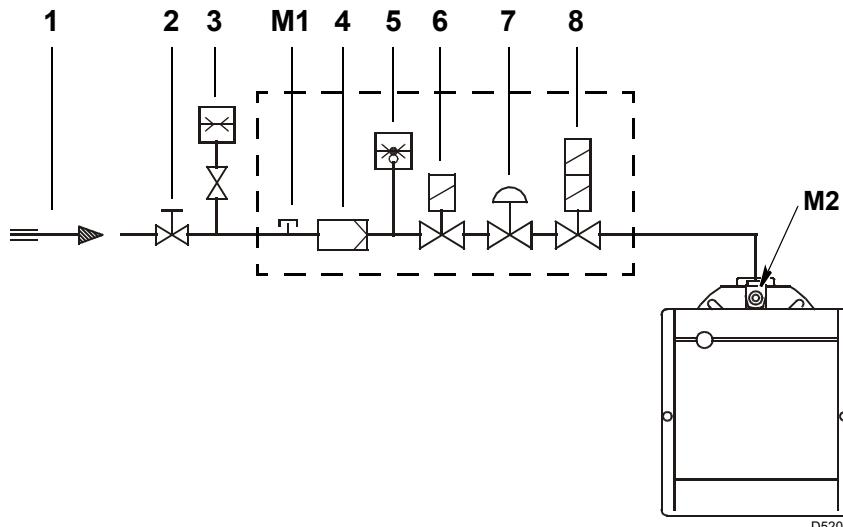

Abb. 17
Zeichenerklärung (Abb. 17)
Um stattdessen den am Anschluss M2)(Abb. 17) notwendigen Gasdruck zu ermitteln, nachdem die höchste Modulationsleistung festgelegt wurde, bei der der Brenner arbeiten soll:
- Rechts, in Spalte 1, den Druck am Anschluss M2)(Abb. 17) ablesen.
Gasdruck am Anschluss M2)(Abb. 17)	= 12,2 mbar
Erforderlicher Druck am Anschluss M2)(Abb. 17).